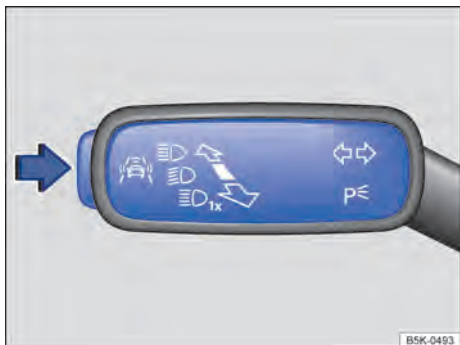

Fig. 28 Na alavanca dos indicadores de direção e do farol alto à esquerda da coluna de direção: botão dos sistemas de assistência ao condutor.
- Pressionar o botão → Fig. 28 no sentido da seta para acessar o menu **Assistentes**.